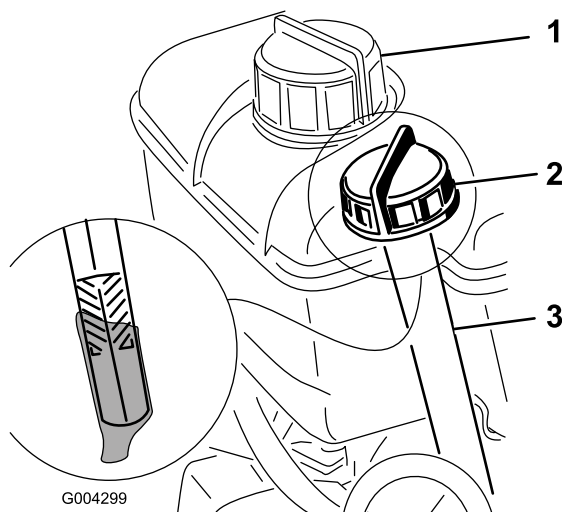

Рисунок 12
2. Очистите область вокруг отверстия для измерительного щупа (Рисунок 12).
1. Очистите поверхность вокруг крышки топливного бака (Рисунок 12).